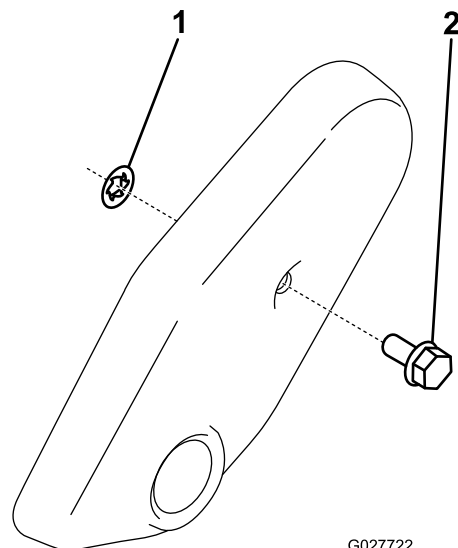

**Figure 6**
4. Fixez l'extrémité fileté de la barre contrepoids au cadre à l'aide d'un boulon à embase (Figure 6).